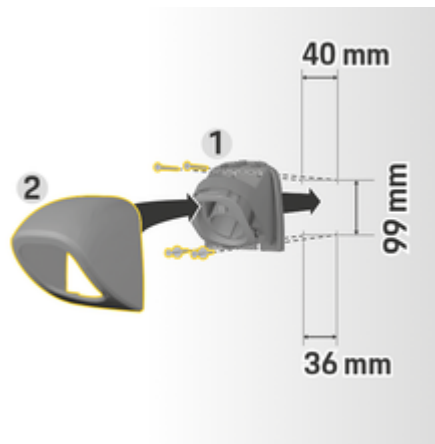

Bild 8: Borrått
1. Ta ut kontakthållaren 1 (Bild 8) ur skyddet 2 (Bild 8).
4. Skruva fast kontakthållaren 1 (Bild 8) på väggen.
5. Trä på skyddet 2 (Bild 8) på kontakthållaren 1 (Bild 8) nedifrån och tryck det uppåt.